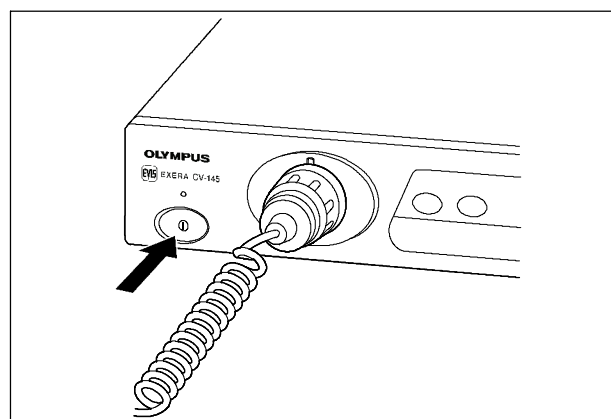

Figura 5.1
5.1 Encendido del procesador de video (ON)
Asegúrese de que el videoendoscopio se encuentra conectado al procesador de video por el cable de videoendoscopio EXERA y encienda el procesador de video (ON) (ver figura 5.1).